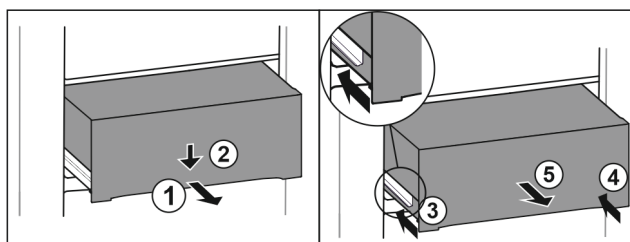

Fig. 106
- Изтеглете чекмеджето наполовина. Fig. 106 (1)
- Натиснете надолу чекмеджето от предната страна. Fig. 106 (2)
- Вкарайте лявата релса приблизително 2 см навътре. Fig. 106 (3)
- Вкарайте дясната релса приблизително 2 см навътре. Fig. 106 (4)
- Извадете чекмеджето напред. Fig. 106 (5)